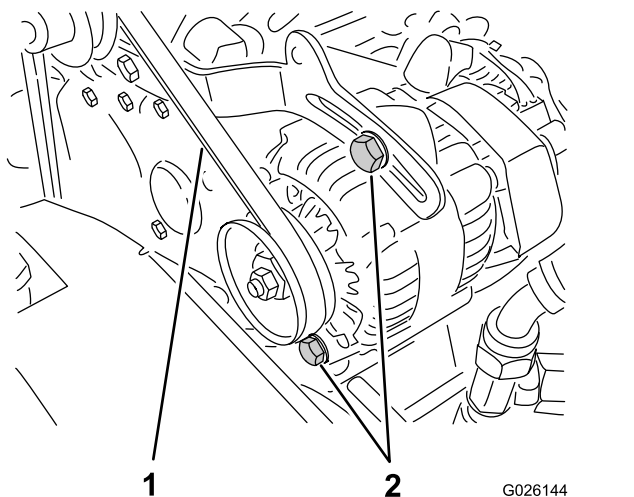

図 60
2. クランクシャフトとオルタネータのプーリー間の中央でベルトを指で押してベルトの張りを点検する。押す力は 10kg 程度 (図 60)。
- A. オルタネータの取り付けボルト 2 本をゆるめる (図 60)。
締め付ける 図 60。